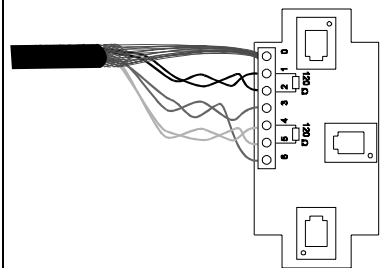

Figura 9: Connettore a T sulla rete ISA72 con resistenze di fine linea
5. **nella rete dell'ISA72, in corrispondenza del connettore a T più lontano dalla ISA72, inserire le resistenze di fine linea da 120Ω ¼ W, morsetti 1-2 e 4-5; fare riferimento a (Figura 9);**